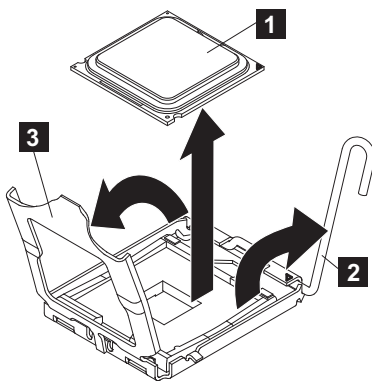

図 251. SAN ボリューム・コントローラー 2145-CG8 または 2145-CF8 のマイクロプロセッサ・ブラケット・フレームを開く
9. ヒートシンク解放レバー (2) を押し下げてプロセッサから離し、次にレバーをシステム・ボードに垂直になるまで持ち上げます。
11. マイクロプロセッサ解放レバー (図 251 の 2) のカーブ端を押し下げ、その端をプロセッサの中央から離れる方向に移動し、レバーを開位置まで解放します。
12. マイクロプロセッサ・ブラケット・フレームを、上端にあるタブを持ち上げて、開きます。図 251 に示すように、ブラケット・フレームを開位置に保持します。